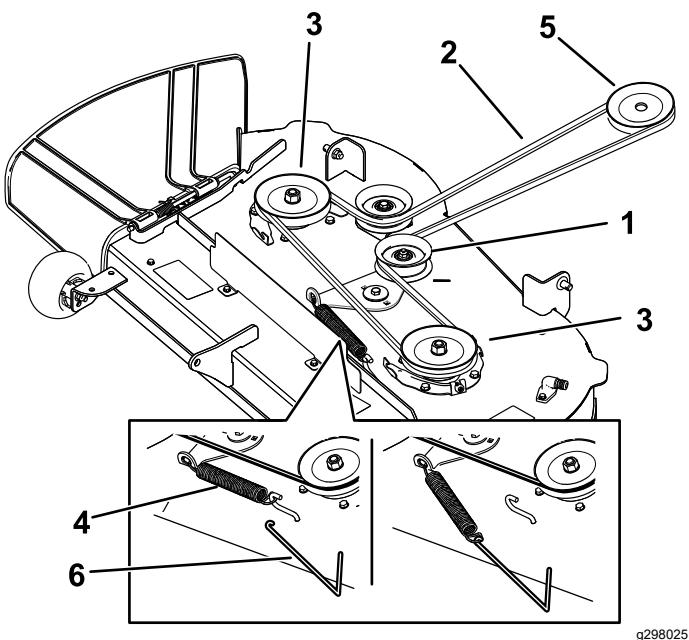
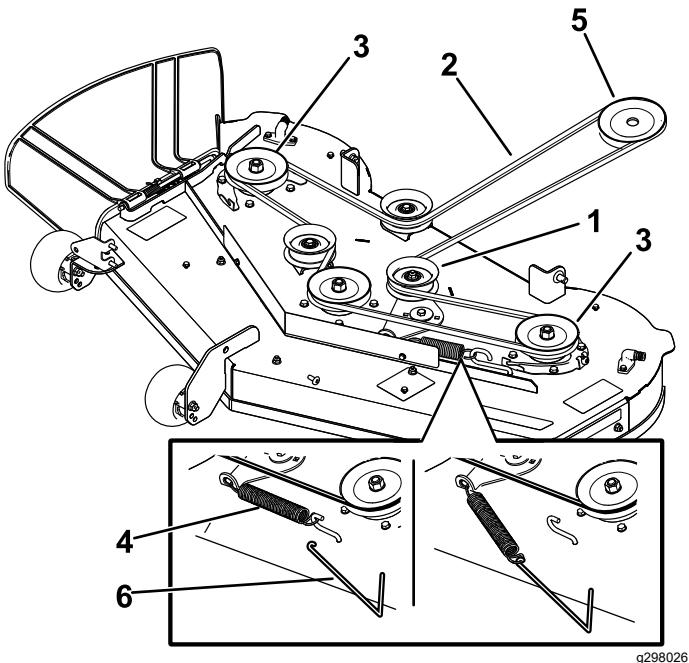

Figura 57
Figura 58
7. Utilizzando un attrezzo per la rimozione delle molle (n. cat. Toro 92-5771), rimuovete la molla del tendicinghia dal gancio del piatto di taglio per eliminare la tensione sulla puleggia tendicinghia e fate scorrere via la cinghia dalle pulegge (Figura 57 o Figura 58).
8. Montate la nuova cinghia attorno alla puleggia del motore e a quelle del tosaerba (Figura 57 o Figura 58).
9. Servendovi di un attrezzo per la rimozione delle molle (n. cat. Toro 92-5771), agganciate la molla del tendicinghia al gancio del piatto di taglio e mettete in tensione la puleggia tendicinghia e la cinghia del tosaerba (Figura 57 o Figura 58).